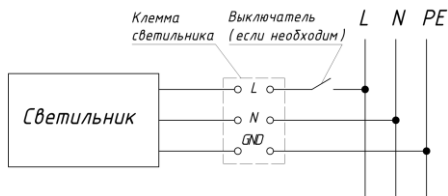

Рисунок 6.
5.9. Заведите кабель внутрь стены и подключите согласно схемы подключения (рисунок 6).